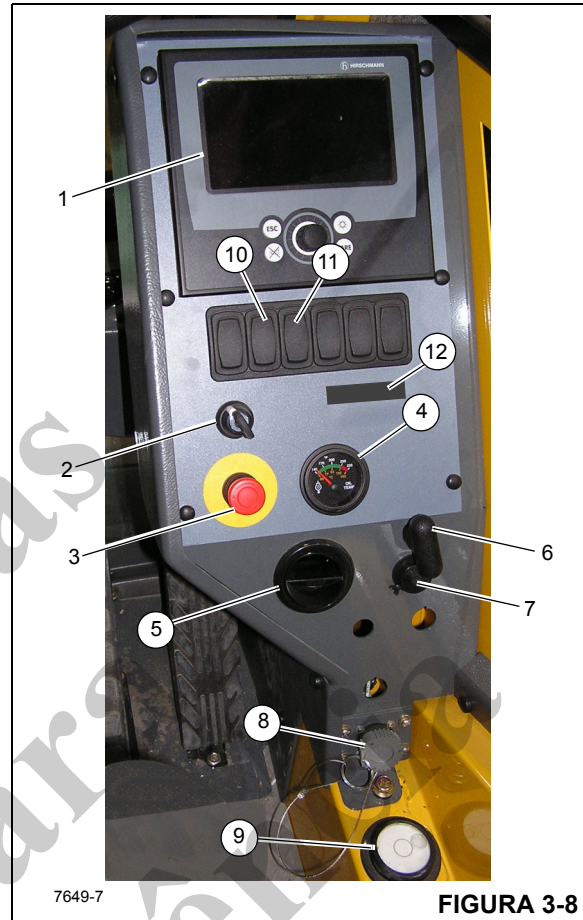

FIGURA 3-8
Números dos itens da Figura 3-8
O painel de controle dos sistemas do RCL (Limitador de capacidade nominal) e de Definição de área de trabalho (1) (Figura 3-8) localiza-se no lado direito da cabine. Ele contém os controles e indicadores do Sistema RCL e do Sistema de definição da área de trabalho do guindaste. Consulte o Manual do RCL para obter informações detalhadas.
A chave de contorno (cancelamento) do RCL (2) Figura 3-8 é uma chave momentânea; gire a chave para a posição Ligada (direita) para desativar os controles do RCL. Liberar a chave permite que os controles do RCL são reativados.
A chave de parada de emergência do guindaste (3) Figura 3-8 localiza-se no console da cabine do guindaste e é usada para desligar o motor do guindaste. Pressione o botão vermelho para desligar o motor, o que acende o indicador de parada de emergência na coluna de direção. Gire e puxe o botão para retomar a operação normal.
O indicador de temperatura do óleo da transmissão (OIL TEMP) (4) (Figura 3-8) localiza-se no centro do console dianteiro direito. O indicador mostra a temperatura do óleo de transmissão em uma escala dupla calibrada de 60 a 160°C e 140 a 320°C. O indicador recebe sinal de uma unidade de transmissão da temperatura na linha de óleo do conversor de torque.
A Alavanca de controle de trava de giro do pino da plataforma rotativa (6) Figura 3-8 localiza-se no painel de controle lateral. O objetivo da trava contra giro do pino é bloquear a superestrutura na posição diretamente sobre a dianteira para apanhar e transportar cargas.
A tomada de 12 V para acessórios (7) Figura 3-8 está localizada na parte inferior do painel de controle e está projetada para aceitar a maioria dos conectores adaptadores para 12 V.
O conector de diagnóstico (8) Figura 3-8 está localizado na parte inferior do painel de controle dianteiro. Ele é usado na manutenção do sistema elétrico do guindaste.
O indicador de nível de bolha (9) Figura 3-8 localiza-se abaixo do painel de controle dianteiro. O indicador fornece ao operador um auxílio visual para determinar o nivelamento do guindaste.
O indicador de 3ª volta do cabo do guincho (10) Figura 3-8 localiza-se no console direito. O indicador acende em vermelho quando restarem três ou menos voltas do cabo em qualquer guincho.
O indicador de clima frio opcional (11) Figura 3-8 localiza-se no console direito. O indicador acende quando a temperatura estiver abaixo de -29°C (-20°F). Ele serve como aviso para que o operador interrompa a operação sob frio extremo.
O LED indicador de temperatura ambiente (12) Figura 3-8 localiza-se no console direito. Quando a temperatura ambiente fora do guindaste cai abaixo de -29°C (-20°F), o